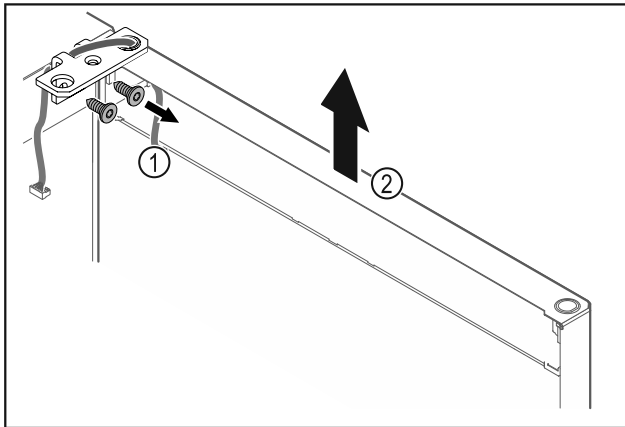

Fig. 18
- Scharnierhoek Fig. 18 (1) losschroeven.
- Deur inclusief scharnierhoek Fig. 18 (2) circa 200 mm recht omhoogtillen en verwijderen.